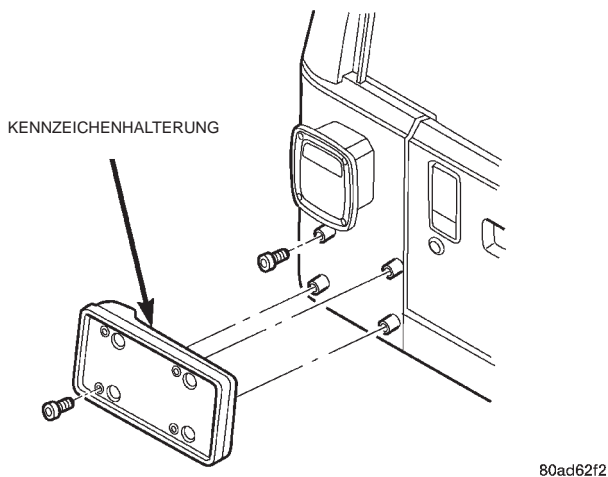

Abb. 80 Kennzeichenhalterung
- (1) Falls angebaut, Kennzeichen abbauen.
- (2) Befestigungsschrauben lösen, mit denen die Kennzeichenhalterung an der Karosserie befestigt ist (Abb. 80).
- (3) Kennzeichenhalterung von der Karosserie abbauen.